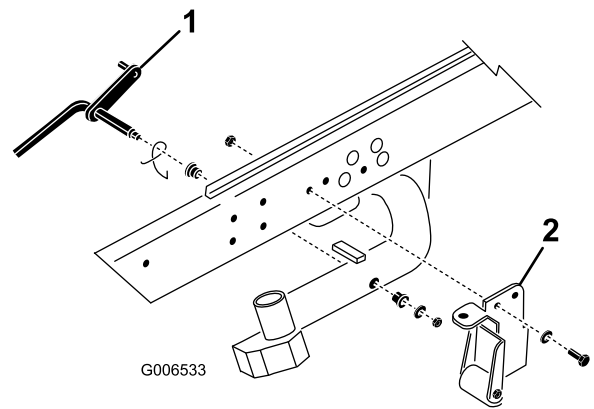

図 9
**注** DPAカッティングユニットを使う場合には、ティッパー・ブラケットとティッパー・サポートは必要ありません(図 9)。外しても差し支えありません。
1. ピボット・ロッドを昇降アーム2番に固定しているロックナットとワッシャを外す(図 9)。昇降アームから、ピボット・ロッドとスプリングを取り外す。昇降アーム1番および3番にも同じ作業を行う。